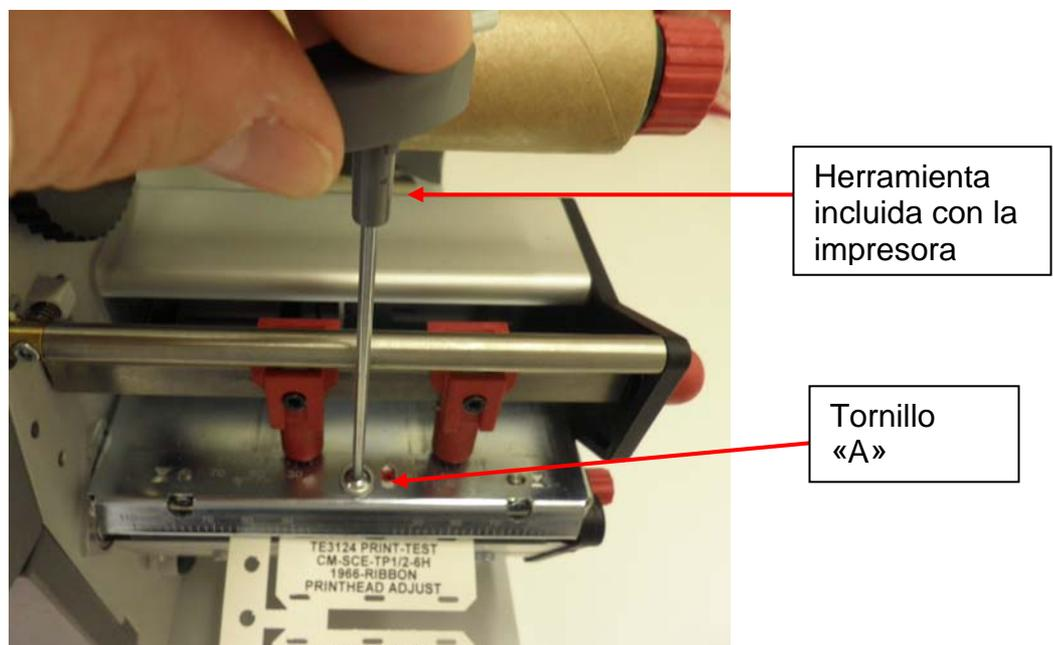

Imagen 6: liberación del cabezal de impresión.
- 3.4.** Para alinear el cabezal de impresión, retire la cinta de la impresora y suelte el tornillo del cabezal de impresión con la marca «A» con la herramienta incluida con la impresora, como se muestra en la imagen 6.